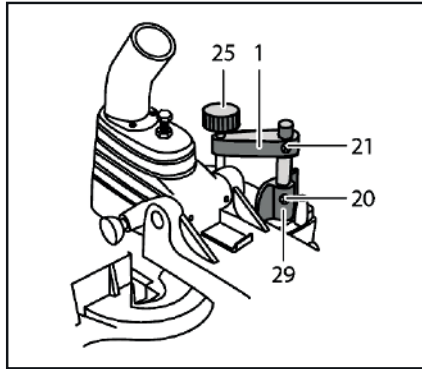

Рис. 2
Для надежной фиксации заготовки при пилении на фронтальном упоре (15) предусмотрены гнезда (29) для крепления струбцины (Рис. 2). Вставьте стержень струбцины в гнездо и затяните винт (20) на задней стороне гнезда для закрепления стержня. Отрегулируйте струбцину в соответствии с размером. Струбцина может быть установлена в упоре как слева, так и справа от пильного диска.